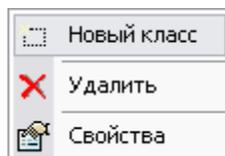

Рис. 60
Работа с классами видов документов ведется посредством контекстного меню, вызываемого нажатием правой кнопки мыши на класс в левой части окна (Рис. 60).
1. Выберите пункт меню **Новый класс** (Рис. 60).